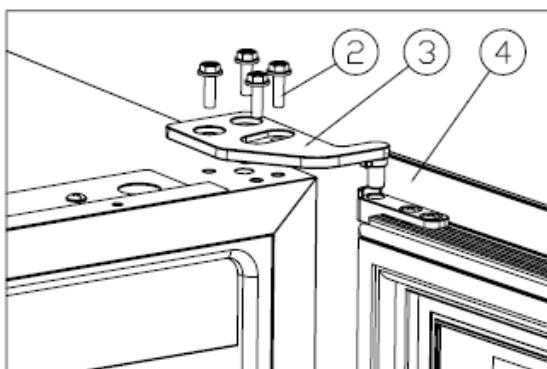

Figure 1
Lösen Sie die M5*16 Schrauben (2), entfernen Sie das obere rechte Scharnier (3) und nehmen Sie die Tür ab.[Figure 1].